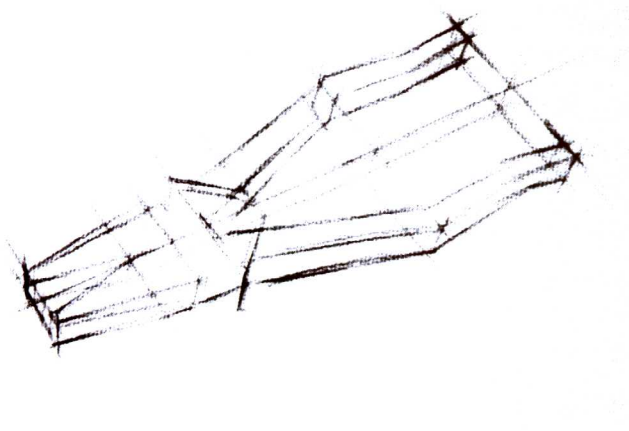

图 2-3 绘制步骤 1
(1) 观察和起稿,要全方位地观察,熟悉物体的前后、上下、左右的构造,选择一个反映其特征的位置起稿,如图2-3。
(2) 底稿,落笔确定底部的基本位置基线,以直线概括地画出各个基本形体的轮廓线,将